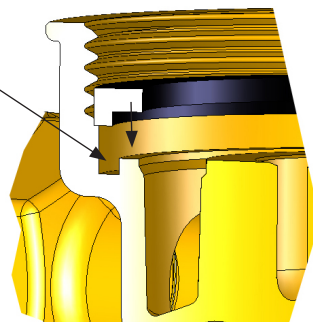

Bild 3 (Einlegen der Formdichtung)
- Mitgelieferte Formdichtung mit großer Planfläche nach oben in die Vormontage einlegen (*Bild 3*).